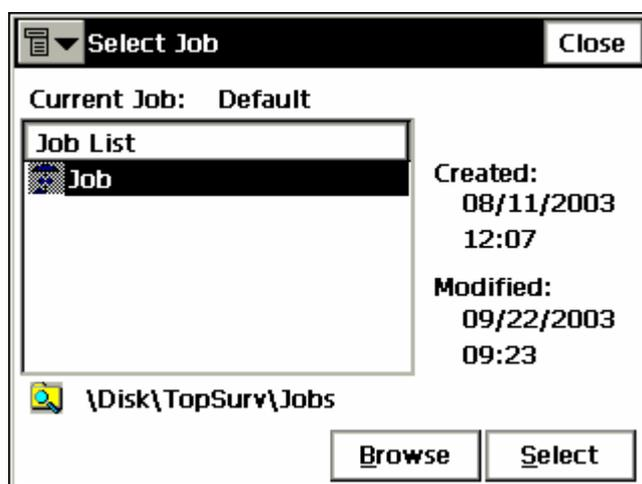

Рисунок 5-13. Выберите проект
1. Выберите **Job > Export > To Job (Проект > Экспорт > В проект)**, появится окно **Select Job (Выберите проект)** (рис. 5-13).